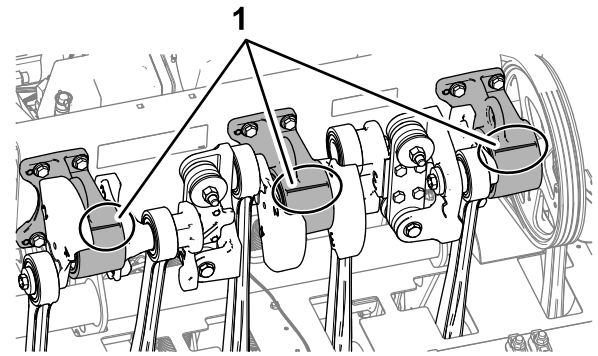

**Figura 183**
2. Afloje los tornillos de caperuza y las contratuerca con arandela prensada que fijan el protector lateral al bastidor del cabezal de perforación (Figura 183).